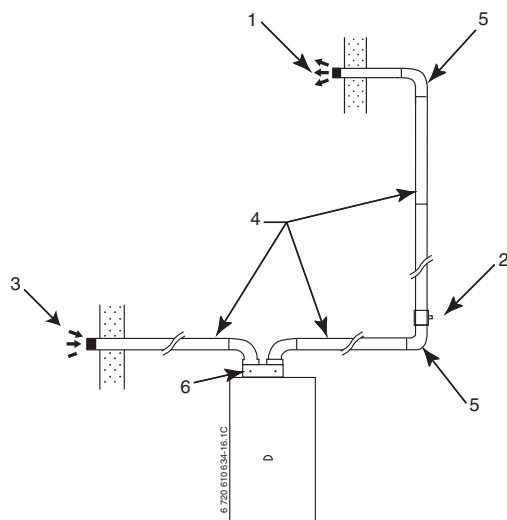

Fig. 20
N.B.: la configurazione (Fig. 20) risulta funzionale: essa è compresa tra i limiti minimi di perdite di carico (248) ed i limiti massimi di perdite di carico (511).